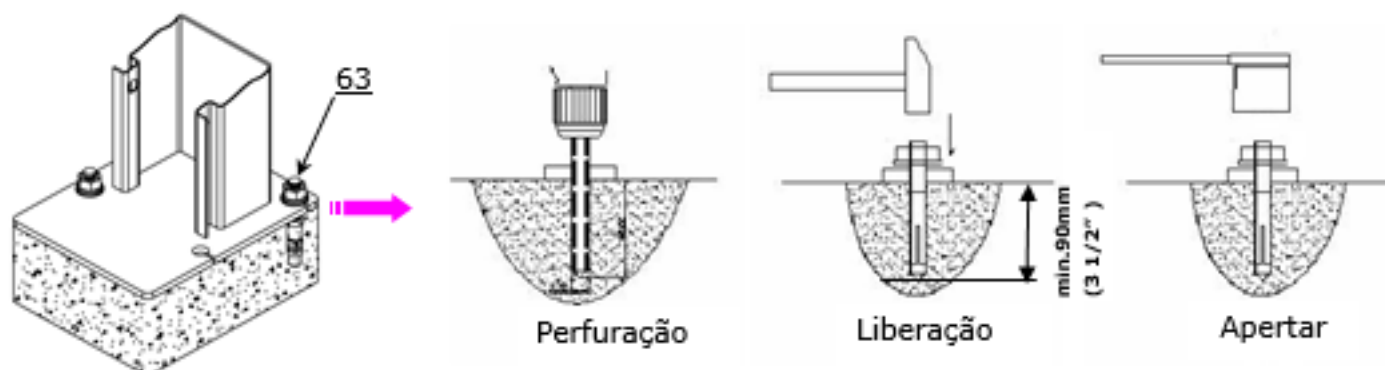

FIG.34
3. Use a furadeira de impacto rotativa prescrita, faça todos os orifícios de ancoragem e instale os parafusos de ancoragem e aperte todas as porcas. (Ver Fig. 34)